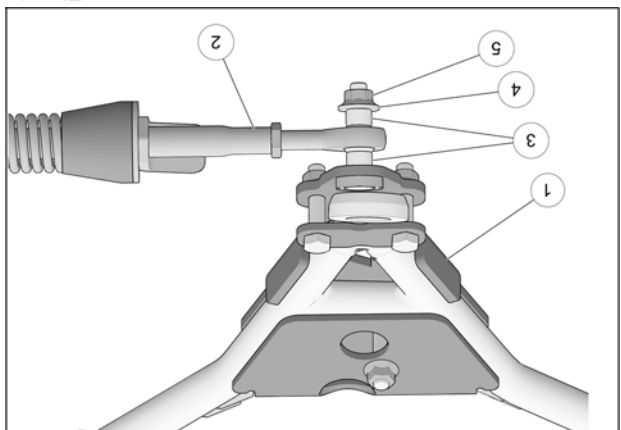

Fig. 17
8. Fixer le bras stabilisateur (2) au boulon déjà installé sur l'ancrage de suspension (1) à l'aide des deux espaceurs (3), de la rondelle (4) et de l'écrou autobloquant (5). Serrer à un couple de 70 N•m [52 lb•pi]. Voir la Fig. 17